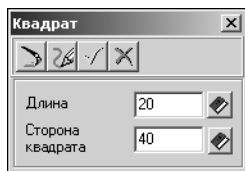

Рис. 4.40.
1. Нажмите кнопку **Квадрат**, расположенную в меню **Простые ступени** инструментальной панели внешнего контура. Откроется одноименное командное окно (рис. 4.40).